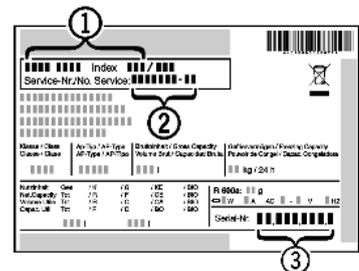

Fig. 21
- ▶ Наименование устройства Fig. 21 (1), сервисный № Fig. 21 (2) и серийный № Fig. 21 (3) считайте с заводской таблички. Заводская табличка находится внутри устройства слева.
- ▶ Обратитесь в сервисную службу и сообщите вид неисправности, наименование устройства Fig. 21 (1), сервисный № Fig. 21 (2) и серийный № Fig. 21 (3).